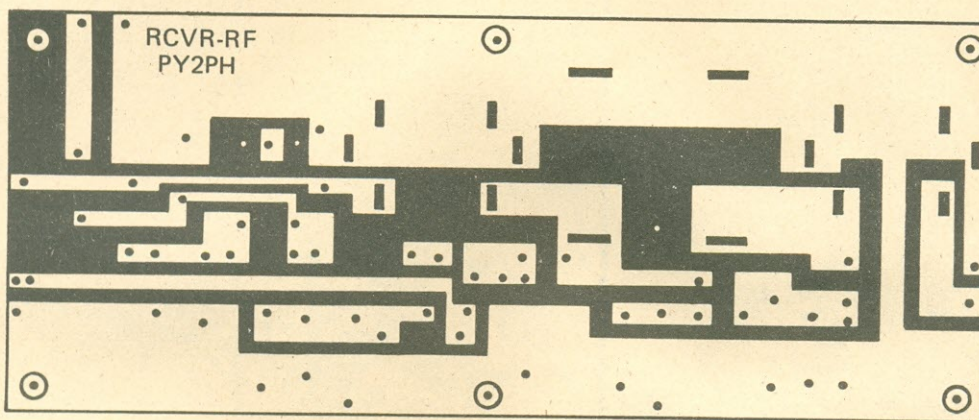
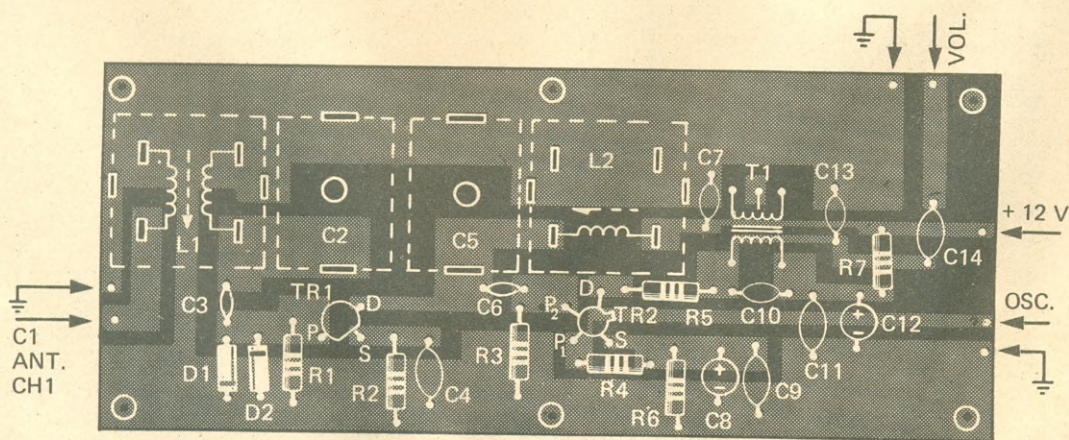

Fig. 13 - Plaqueta do estágio de R. F., vista pela face cobreada.
Fig. 14 - Disposição dos componentes sobre a plaqueta da Fig. 13.
e) A plaqueta especialmente desenvolvida para este circuito é mostrada na Fig. 13, vista pela face cobreada. A Fig. 14 ilustra a mesma placa, vista agora pela face dos componentes.